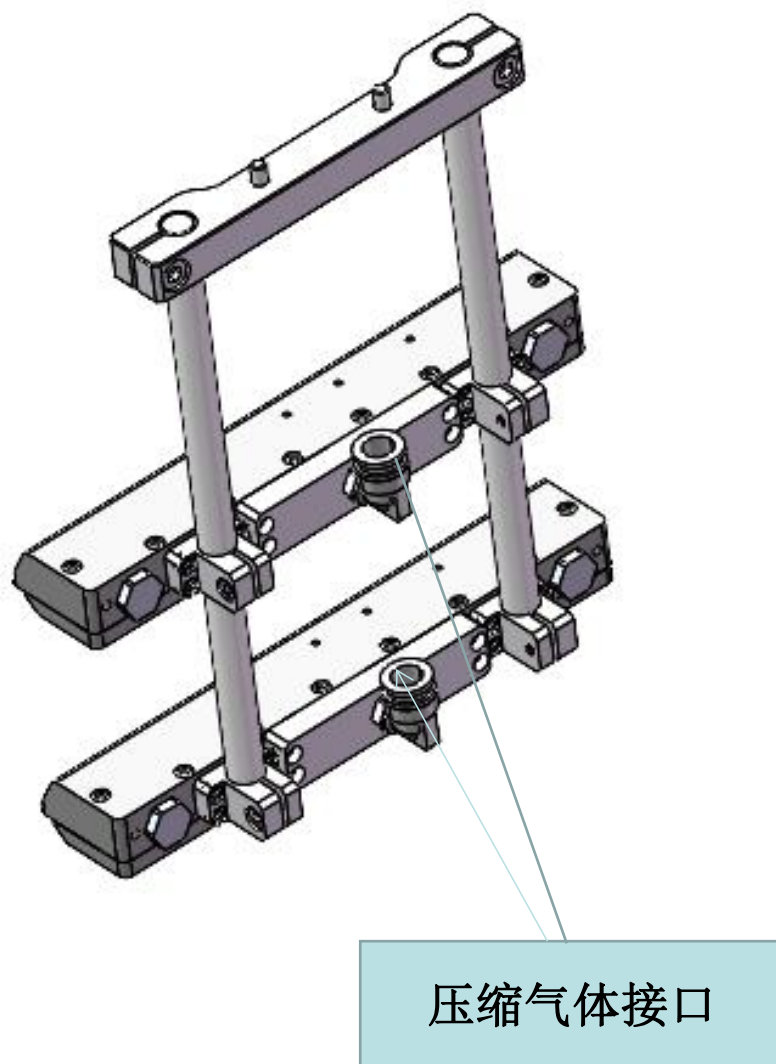

图1.6
压缩空气接8mm气管（风刀，横向吹压缩空气，防止飞溅物损伤保护 镜片），如图1.6所示。
① 将准直头水平放置，取下头子上的白色帽子与静电贴，取出防尘密封盖，如下图1.6所示：